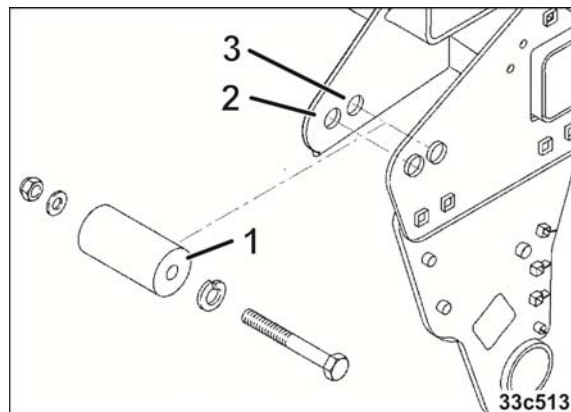

Fig. 96
- zwei Lagerbuchsen (Fig. 96/1)
Bei der Ausrüstung mit PW 600 und KW 580 sind die Lagerbuchsen in Bohrung 2 (Fig. 96/2) montiert.
Bei der Ausrüstung mit CDW 550 sind die Lagerbuchsen in Bohrung 3 montiert (Fig. 96/3).